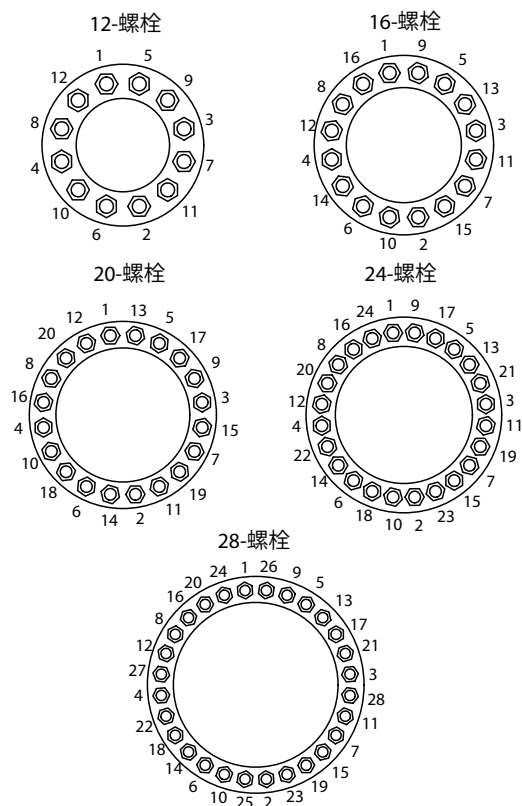

图 4
44. 使用压机压紧球阀, 拧紧螺母 (#11)。从表 C 中选择压力值, 从表 A 中选择扭矩值。(如图 4 所示), 以交叉模式拧紧时, 至少需要循环三次, 确保扭矩恰当而均匀。